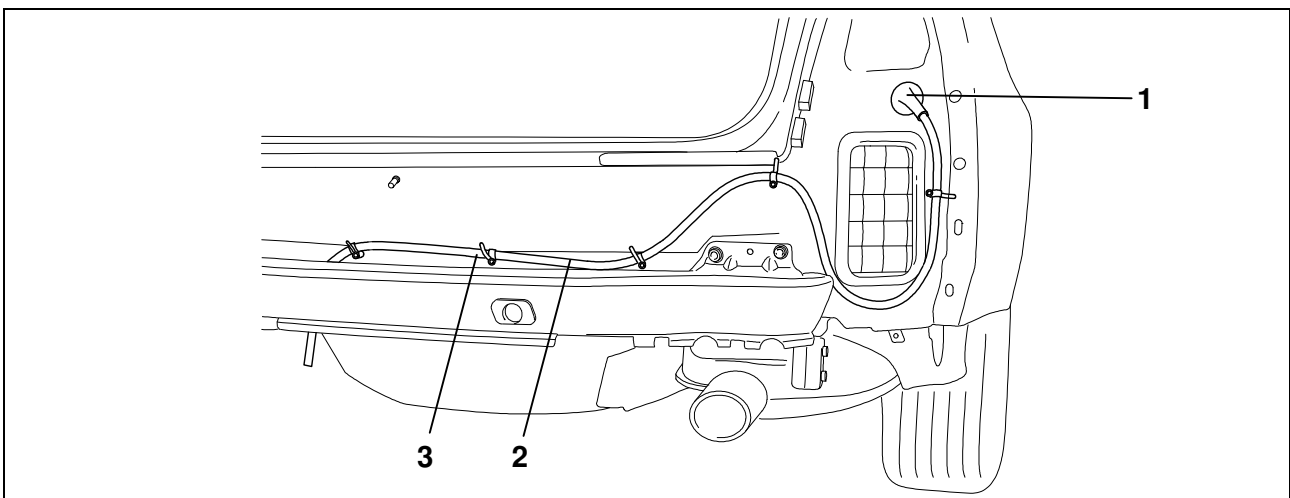

Fig. 3: posa del fascio di cavi
8. Estrarre la calotta cieca dal foro di passaggio dei cavi (Fig. 3/1).
9. Posare il fascio di cavi (Fig. 3/2) nel bagagliaio facendolo passare attraverso il relativo foro (Fig. 3/1) a partire dalla lamiera portapresa.
10. Infilare la bussola di gomma nel passaggio cavi (Fig. 3/1).
11. Fissare il fascio di cavi (Fig. 3/2) con le fascette stringicavo (Fig. 3/3) fornite in dotazione.